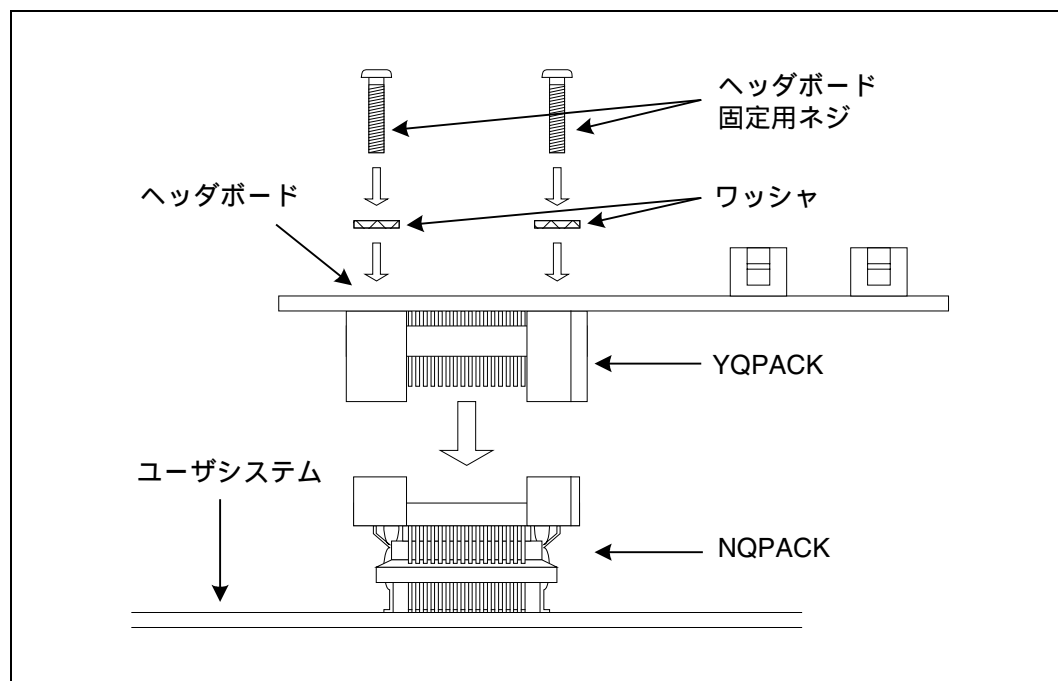

図 4 ヘッダボード接続方法
2. ヘッダボード上の 4 箇所のネジ穴にワッシャを通したヘッダボード固定用ネジを入れ、NQPACK 添付の専用ドライバーを使用して均等な力で対角にネジを締めてください (図 4 参照)。